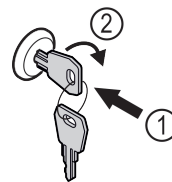

Fig. 106 Beispielhafte Darstellung
- ▶ Schlüssel hineindrücken Fig. 106 (1).
- ▶ Schlüssel um 90° im Uhrzeigersinn drehen Fig. 106 (2).